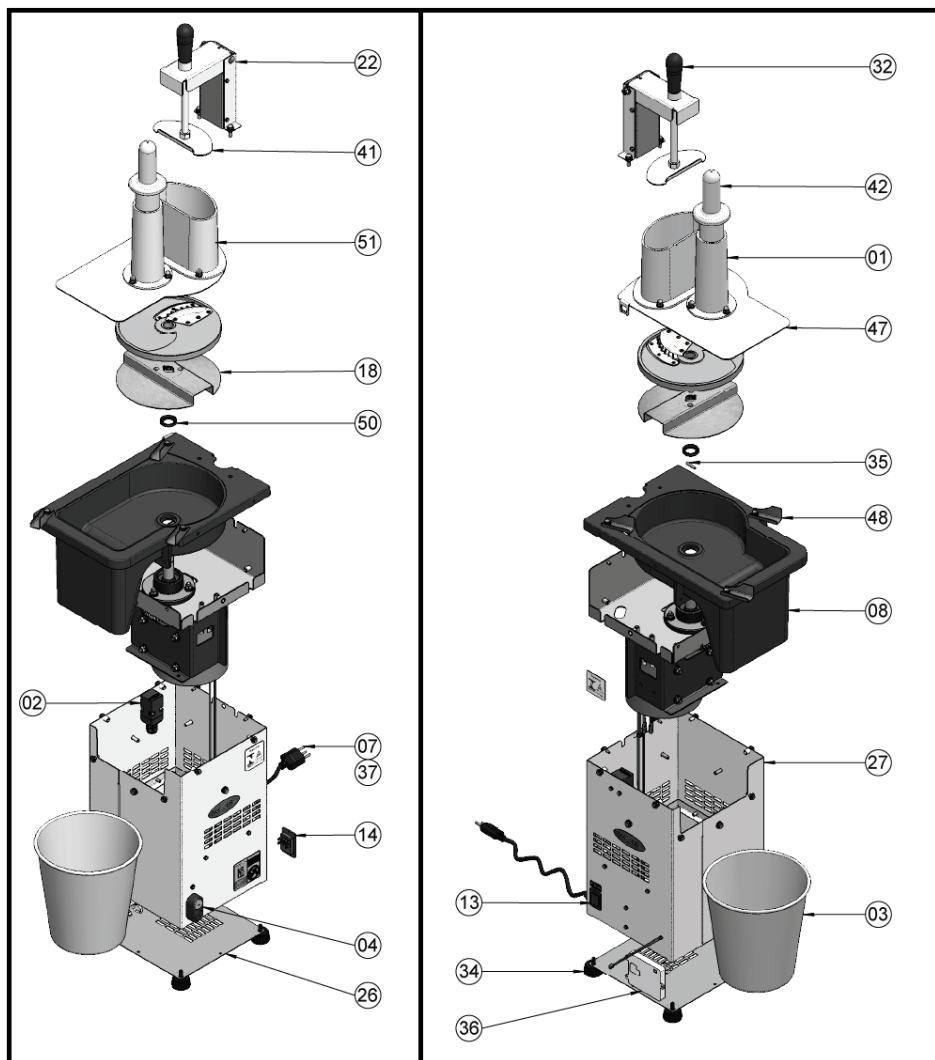
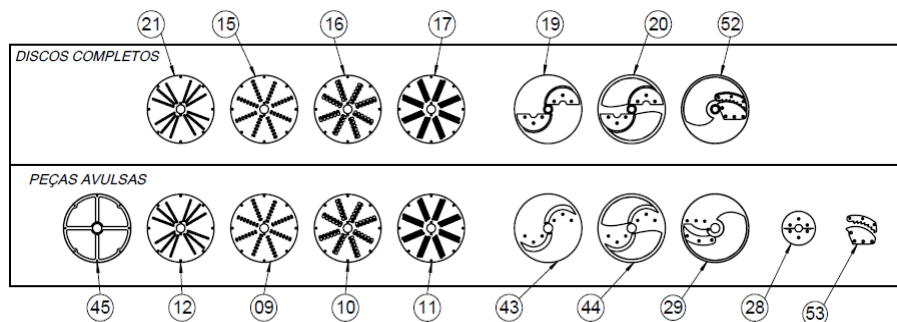

Figura 1 - Componentes de reposição
Figura 3 – Disco desfiador/ fatiador/ralador
- Antes de ligar o equipamento, verifique se o *DISCO EXPELIDOR* n°18 (Figura 1) e um dos *DISCOS* (*DESFIADOR/ FATIADOR/ RALADOR*) (Figura 3) estejam posicionados corretamente no eixo;